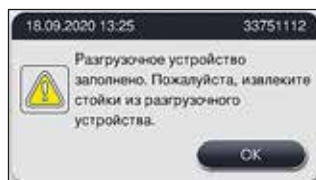

Рис. 88
- Необходимо открыть разгрузочное устройство и извлечь штативы не позднее, чем появится предупреждение по заполнению станции разгрузки (→ "Рис. 88"). Если это предупреждение будет проигнорировано, перемещение следующих штативов в станции разгрузки будет невозможна. Это может привести к изменению длительности этапов и замедлению процесса окрашивания, а также, возможно, к непредсказуемым результатам окрашивания.